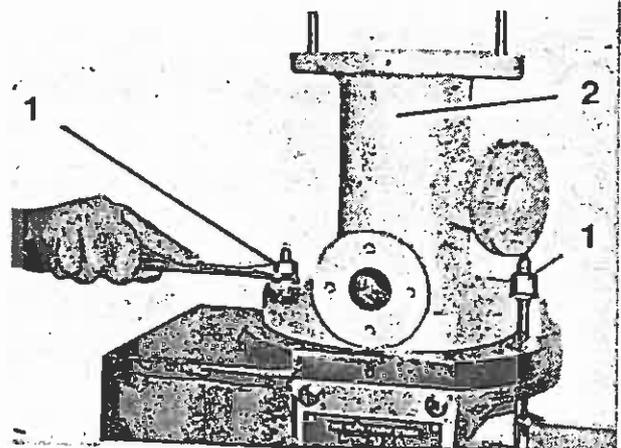

Bild 110.3
2.3 Sechskantmuttern (Bild 110.3/1) lösen, Direktanschlußgehäuse (Bild 110.3/2) verdrehen und vom Dosiergehäuse abnehmen.